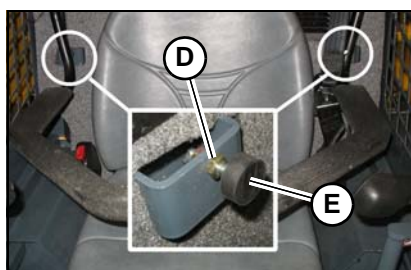

Figura 8 – Ajuste da posição descida da barra de retenção.
Desaperte a contraporca (D, Figura 8) e rode o batente de borracha (E) para dentro ou para fora da posição desejada. Aperte a contraporca (D) para bloquear o batente de borracha (E) no lugar.